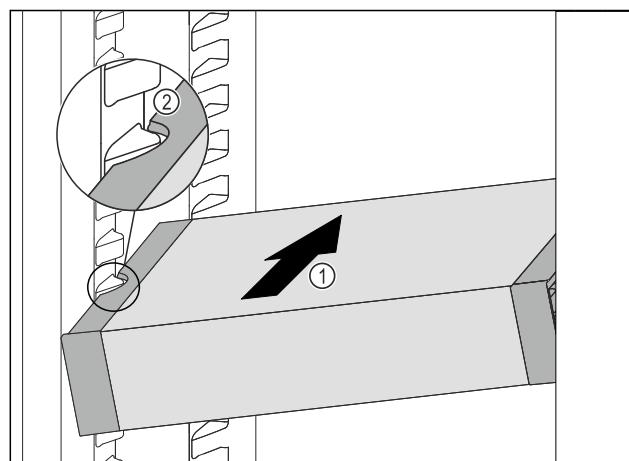

Fig. 119
- Вдвигайте VarioSafe под наклоном в холодильное отделение Fig. 119 (1), пока боковые выемки Fig. 119 (2) VarioSafe не окажутся на высоте выступа резервуара в холодильном отделении.